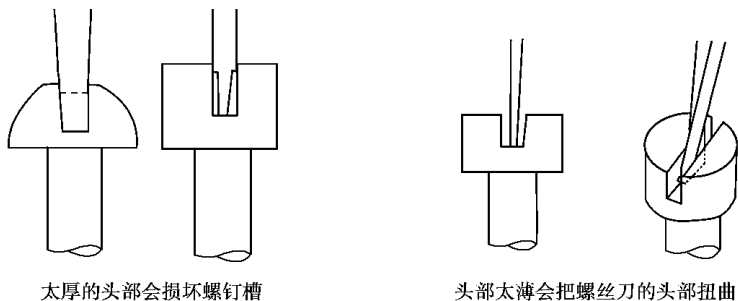

图 2.1.22
(1) 使用时,右手握住螺丝刀,手心抵住柄端,螺丝刀与螺钉同轴心,压紧后用手腕扭转,拆卸时螺钉松动后用手心轻压螺丝刀,用拇指、中指、食指快速扭转。
(2) 使用时,将螺丝刀垂直,刀口应与螺钉槽口大小、宽窄、长短相适应。为了使螺丝刀和螺钉槽很好地配合,使用前要清除螺钉槽里的油漆和脏物。
(3) 如果螺丝刀的头部太厚,则不能落入螺钉槽,且易损坏螺钉槽。如果螺丝刀的头部太薄,使用时头部容易扭曲,如图 2.1.22 所示。